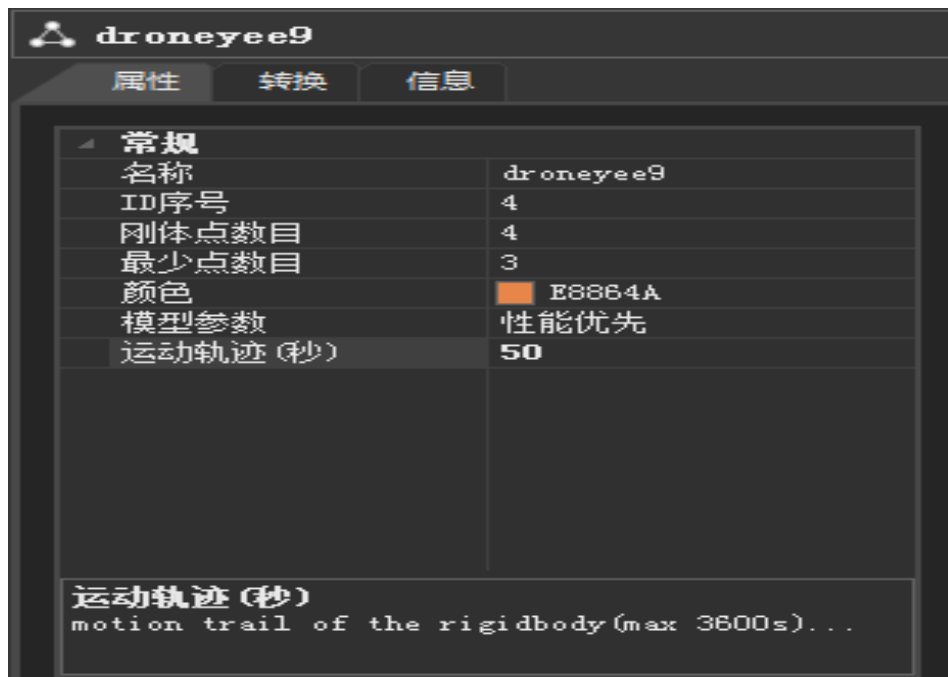

图 1.1.24 运动轨迹设置界面
(3) 选择一个刚体，在运动轨迹（秒）里设置轨迹显示的时间，如下图图 1.1.24 所示，设置为 50 秒，即 50 秒后轨迹会消失。